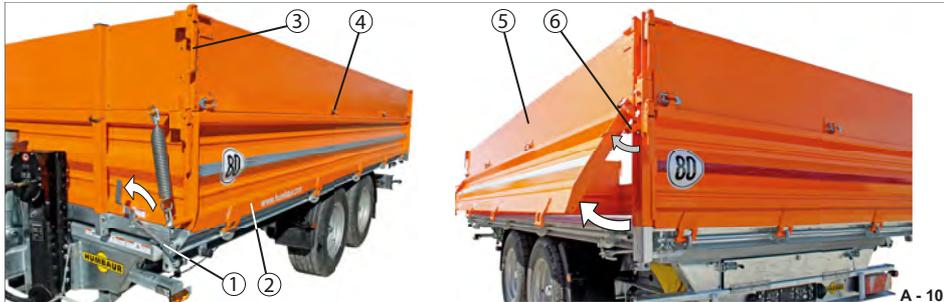

Abb. 110 Bordwände seitlich mit Bordwandaufsatz im Verbund pendelnd
Die Verschlüsse des Bordwand-aufsatzes (Abb. 110/3) müssen geschlossen bleiben!
Die Scharniere (Abb. 110/4) müssen gesichert sein!
- ▶ Entriegeln Sie die Verschlüsse der Grundbordwand (Abb. 110/6).
- ▶ Entriegeln Sie die Zentralverriegelung (Abb. 110/1).
- ▶ Schließen Sie die Zentralverriegelung (Abb. 110/1).
- ▶ Verriegeln Sie die Verschlüsse der Grundbordwand (Abb. 110/6).